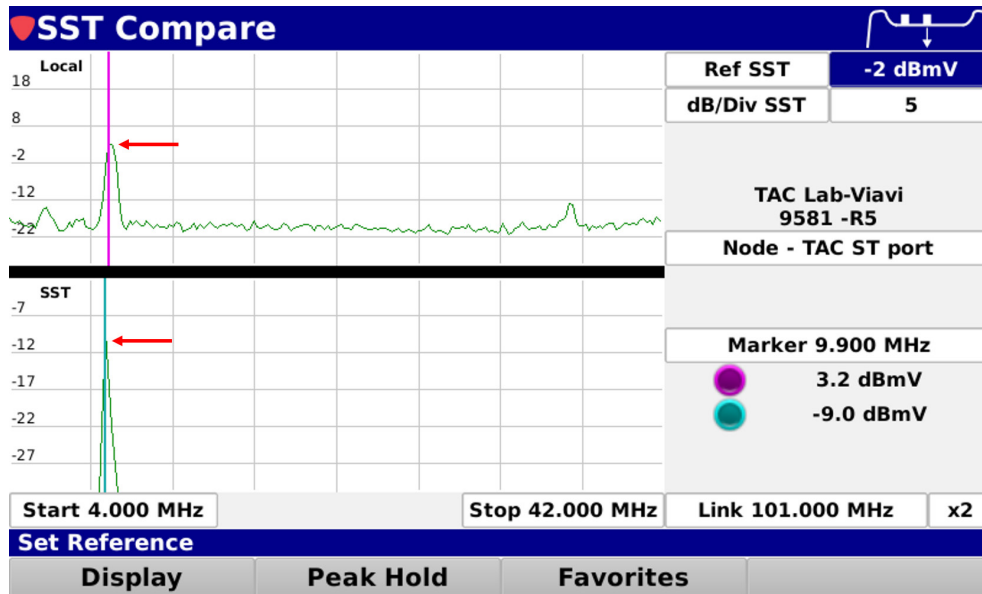

Figura 7 – 1G DSP mostrando ingresso local e SST de 4 a 42 MHz
- e. A tela mostrará o espectro local e o espectro de SST (Figura 7)